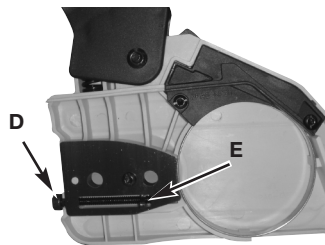

Fig. 24
5. A l'aide d'un tournevis, tournez la vis d'ajustement (D) DANS LE SENS INVERSE DES AIGUILLES D'UNE MONTRE jusqu'à ce que le TENON (E) (patte de projection) arrive en bout de trajectoire. (Fig. 24)